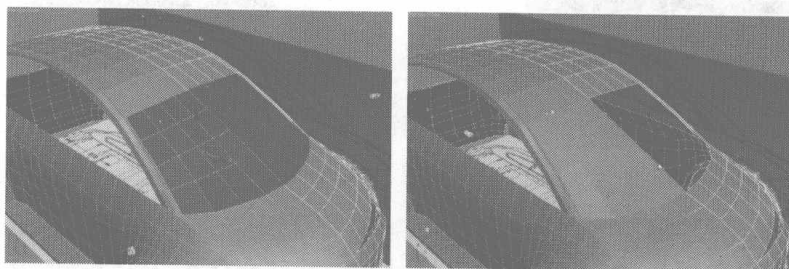

图 7.115
- 13 选择汽车的挡风玻璃位置面，单击 **Detach** 按钮，单击 **OK** 按钮，如图 7.115 所示。